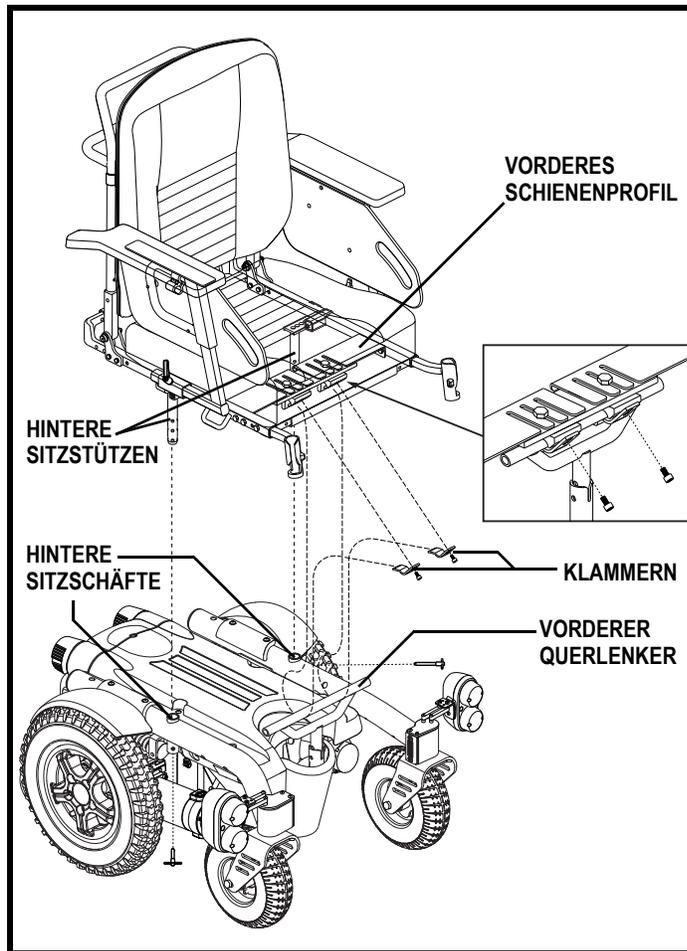

Abb. 11. Sitzeinbau
1. Die hinteren Sitzstützen in die hinteren Sitzschäfte installieren. **Siehe Abbildung 11.**
2. Das vordere Schienenprofil auf den vorderen Querlenker herablassen. **Siehe Abbildung 11.**
3. Die Klammern, wie in **Abbildung 11** gezeigt, einfügen.
4. Die Hardware, wie in **Abbildung 11** gezeigt, installieren.